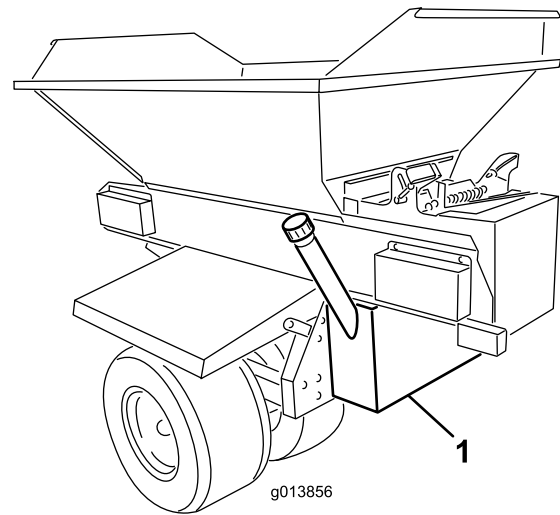

Bild 1
4. Stützen Sie den Hydraulikbehälter von unten ab und stellen ihn gegen die Chassisrückwand des ProPass. Der Behälter sollte von der rechten und linken Seite zentriert sein und vertikal stehen (Bild 1).